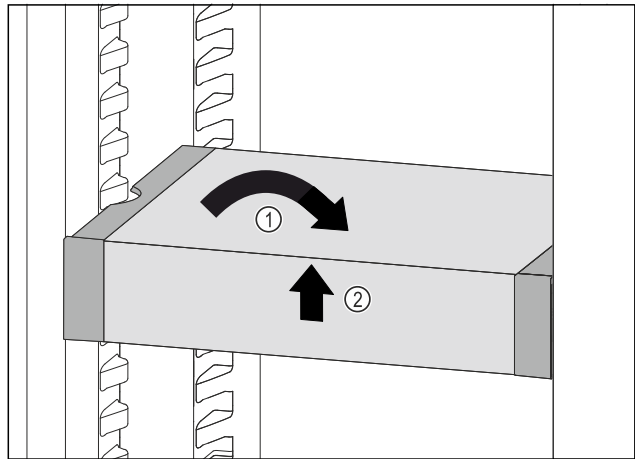

Fig. 117
- ▶ VarioSafe gerade stellen. Fig. 117 (1)
- ▶ VarioSafe vorne anheben. Fig. 117 (2)